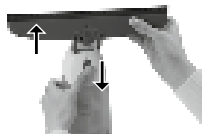

Рисунок 11:
- Разблокируйте насадку (см. рис. 11) и промойте сопло и резиновую кромку проточной водой.